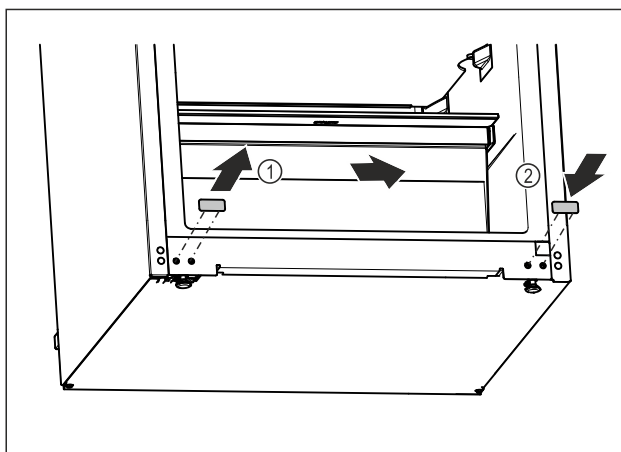

Fig. 16
- Estrarre il coperchio a tappo. Fig. 16 (1)
- Inserire il coperchio a tappo sul lato opposto. Fig. 16 (2)